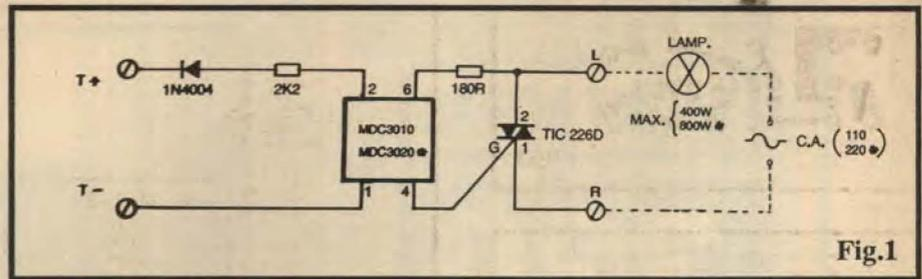
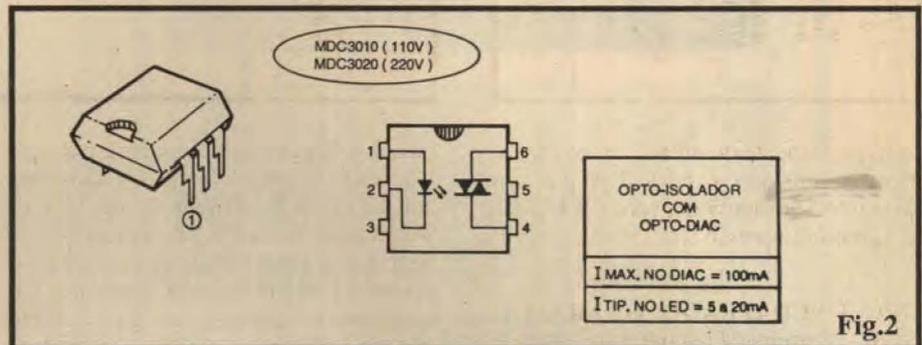

Fig.1
Fig.2
- FIG. 1 - DIAGRAMA ESQUEMÁTICO DO CIRCUITO - Em teoria, nada mudou entre a original CALUF e a atual CLUT-2... Já em termos práticos, a sintetização foi - no mínimo - "palpável"... No centro ativo do circuito temos, agora, um acoplador óptico super eficiente, sob código MOC3010 (rede de 110V) ou MOC3020 (rede de 220V). A "recolha" do sinal alternado de chamada, na linha telefônica continua feita através de um diodo de proteção contra inversões de polaridade (e que tem também a função de permitir o funcionamento normal do telefone acoplado, sem problemas de interferências ou "cargas" sobre a dita linha...), mais o resistor de 2K2, encarregado de limitar a Corrente sobre o acoplador óptico (e também visando a redução da "carga" sobre a linha...). No setor de Saída, de Potência, temos praticamente apenas o TRIAC (TIC226D) e mais um único resistor (180R) que limita a Corrente de *gate* do tiristor, situando-a dentro das capacidades e parâmetros do MOC30X0... Os pontos T+ e T- são ligados à linha telefônica (em qualquer ponto desta, não forçosamente junto ao aparelho telefônico...), respeitando-se a indicada polaridade... Se a dita polaridade for invertida, nada de "mau" ocorrerá (apenas o circuito não funcionará, "travando" a lâmpada controlada na condição *acesa*...), devendo apenas ser promovida a sua "desinversão"... Os terminais de Saída, L e R devem, respectivamente, serem conectados à lâmpada controlada (até 400W sob 110V, ou até 800W
- FIG. 2 - DETALHANDO O OPTO-ISOLADOR MOC30X0... - Com suas versões MOC3010, para 110V, e MOC3020, para 220V, o opto-isolador é o responsável pela totalidade da simplificação imposta ao circuito! Num encapsulamento DIL de 6 "pernas", sua pinagem deve ser "contada" (numerada) no "velho" método usado para Integrados com esse tipo de "casca", ou seja: em sentido *anti-horário*, a partir da extremidade marcada com um pequeno chanfro, ressalto ou ponto (em depressão ou relevo...), com a peça observada por cima... Dentro do dito cujo, "de um lado" temos um simples LED (*anodo* ao pino 1 e *catodo* ao pino 2...) que, devidamente excitado por Corrente/Tensão aplicadas aos respectivos pinos, emite sua radiação luminosa contra um opto-DIAC, no "outro lado" (terminais ligados aos pinos 4 e 6...). Apenas em face dessa excitação luminosa oferecida pelo LED, o dito opto-DIAC entra em condução, em "mão dupla", permitindo a passagem de Corrente em ambos os sentidos... Retornando um pouco ao "esquema" do circuito (FIG. 1), é fácil notar que a C.A. presente na linha, e após "passar" pelo elemento puramente resistivo representado pelo filamento da lâmpada controlada, encontra como limitação a presença do resistor de 180R, em série com o opto-DIAC interno do dispositivo, após o que a polarização (se e quando o DIAC estiver "dando passagem"...), excita diretamente o terminal de *gate* do TIC226D, condição
em que entre os terminais 1 e 2 do TRIAC efetiva-se, praticamente, um "curto", permitindo o acendimento da lâmpada... Já enquanto o LED interno do isolador óptico estiver "quieto", "apagado", o DIAC permanecerá bloqueado, inibindo o funcionamento do TRIAC (a lâmpada controlada resta apagada...). Observem ainda, na FIG. 2, alguns importantes parâmetros/limites do MOC30X0, quais sejam: a Corrente máxima através do DIAC interno (*I max*), que situa-se em torno de 100mA, bem como a Corrente típica para plena excitação do LED interno (*I tip*) que pode ficar entre 5 e 20 mA...